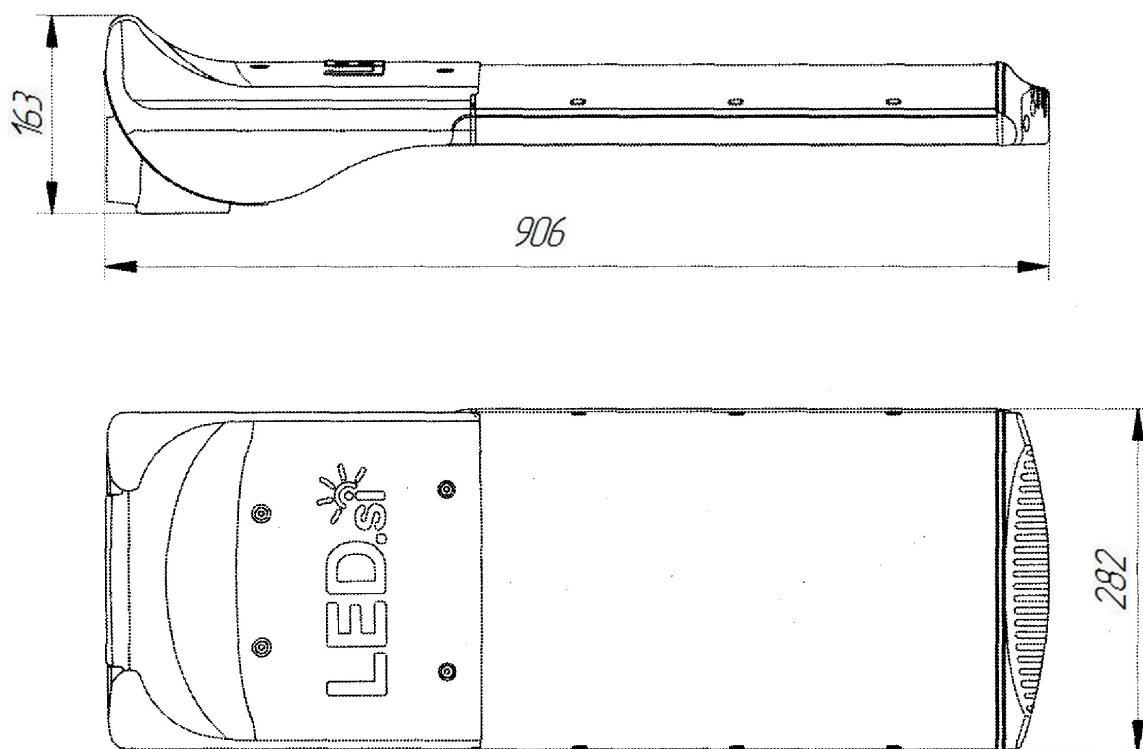

Рисунок 1
1.4.1. Светильник состоит (см. Рисунок 1) из корпуса, изготовленного из алюминиевого анодированного сплава, который является несущим элементом светильника, прозрачного неокрашенного защитного стекла из ударопрочного оптического поликарбоната, торцевых крышек, в одной из которых размещено крепление светильника на консоль диаметром до 60 мм, крепежных винтов, модулей светодиодных со вторичной оптикой, источника питания и контактного устройства установленных внутри корпуса.